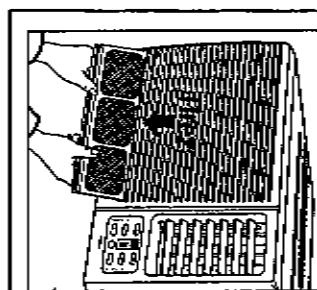

Fig. 1b
- Saisissez le filtre à air et tirez-le pour le sortir. Fig. 1b